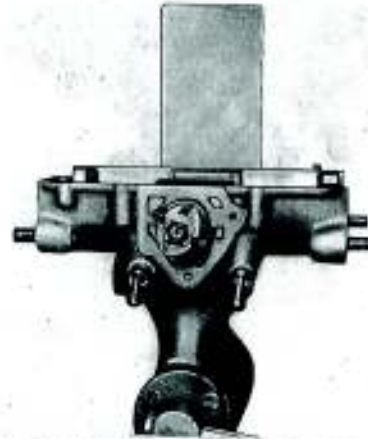

Bild 49. Kurbelgehäuse-Unterteil in Vorrichtung aufnehmen
1. Kurbelgehäuse-Unterteil in Vorrichtung aufnehmen (Bild 49).